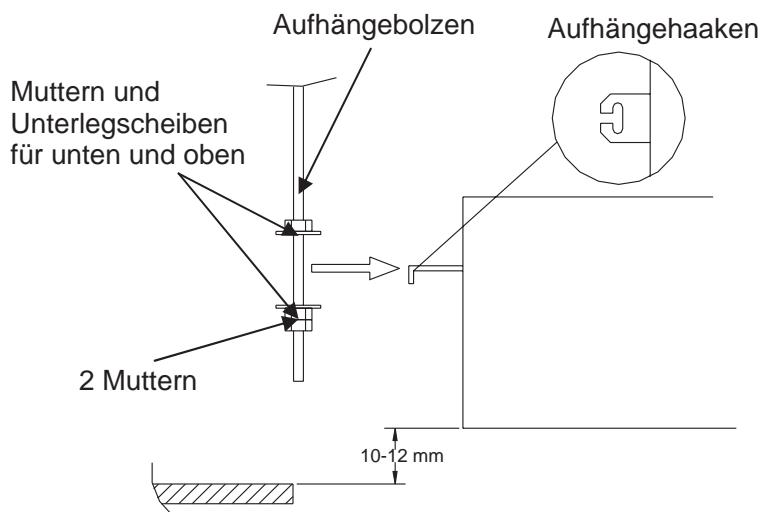

Abb.9
- Um zu verhindern, dass ein Bolzen lose sitzt, empfiehlt es sich 3 Sechskantmuttern (vor Ort vorbereitet) und 2 Unterlegscheiben (Zubehör) für jeden Aufhängebolzen zu benutzen. Bitte beachten Sie, dass auf der unteren Seite 2 Muttern benutzt werden (Abb. 9).
- Zwischen dem Gerät und dem Deckenboden sollte ein Abstand von 10~12mm fre gehalten werden. Ziehen Sie alle Muttern an den Aufhängebolzen an (Abb. 9).